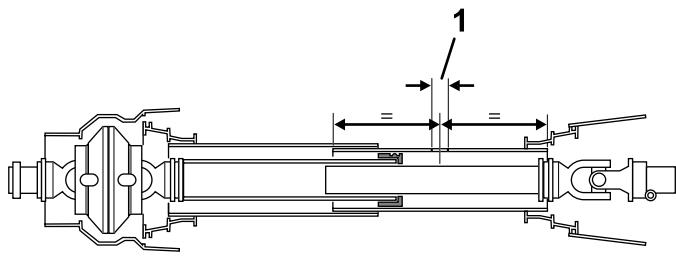

Bild 19
9. Bohren Sie ein 25 mm großes Loch am inneren Schutzrohr nur durch eine Wand und entfernen Sie alle Grate (Bild 19).